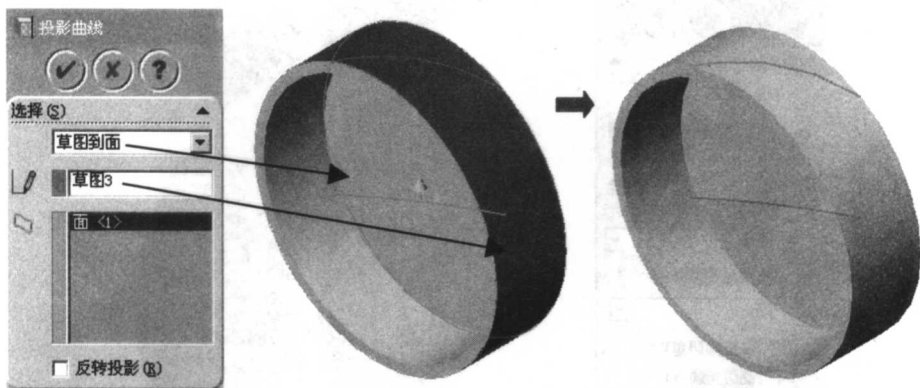

图 2-10 投影曲线
**STEP 8** 点击曲线工具栏中（投影曲线 ），出现 [投影曲线] 窗口；选取（圆弧）为投影草图，选取（外圆面）为投影面，绘图区有图示预览，按  确定，如图 2-10 所示。